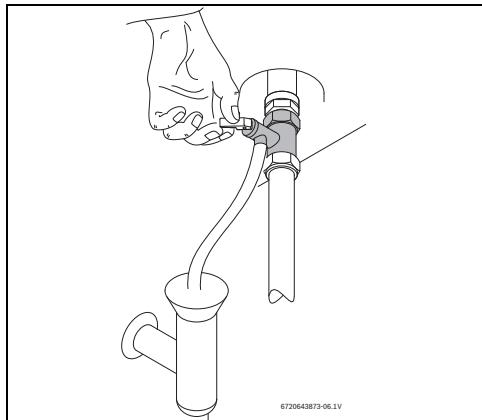

Рис. 11 Открытие предохранительного клапана вручную
- Откройте предохранительный клапан (рис. 11).
- Минимум один раз в месяц открывайте предохранительный клапан (→ рис. 11).